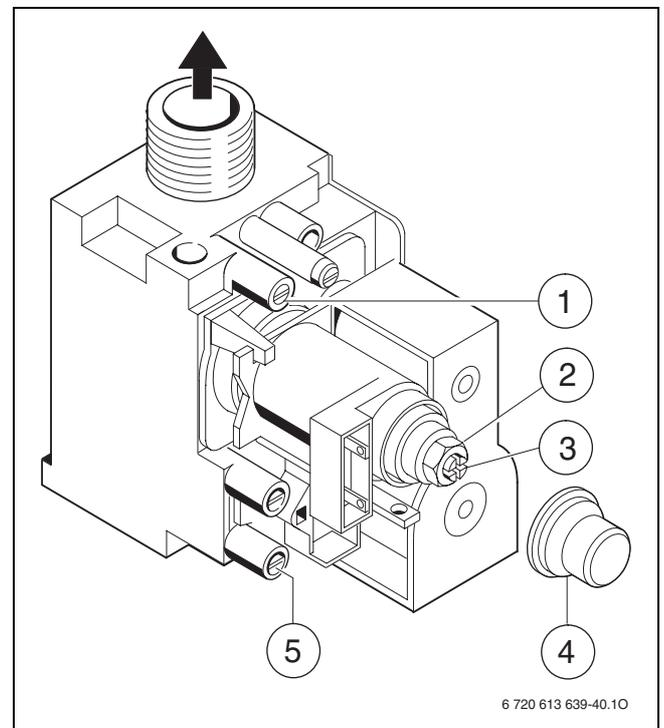

Fig. 38
- ▶ Allentare la vite di tenuta sul raccordo di misurazione per la pressione ugelli (1) e collegare il manometro gas (→ fig. 38).
- ▶ Rimuovere la copertura (4).
- ▶ Per la pressione ugelli indicata come «max» ricavare il valore dalla tabella pag. 61. Per quanto riguarda la pressione ugelli, impostare la quantità max di gas (2) tramite la vite di regolazione. La rotazione a destra corrisponde a più gas, la rotazione a sinistra a meno gas.